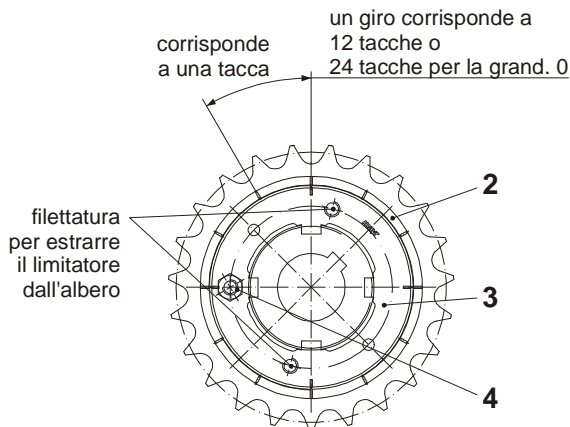

Fig. 20
La rondella di pressione (2) ha sul retro dodici tacche (grandezza 0 ventiquattro), la ghiera di regolazione (3) ne ha quattro (fig. 20). La ghiera di regolazione (3) con l'anello di sicurezza (13) deve essere avvitata fino a fare contatto con le molle a tazza (5), in cui le quattro tacche devono coincidere con le tacche della rondella di pressione (2).
La flangia di pressione (2) ha sul retro dodici tacche, la ghiera di regolazione (3) ne ha quattro (fig. 20). La ghiera di regolazione (3) con l'anello di sicurezza (13) deve essere avvitata fino a fare contatto con le molle a tazza (5), e le quattro tacche devono coincidere con le tacche della flangia di pressione (2).